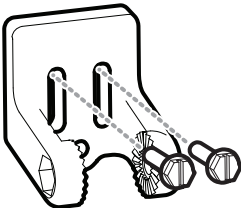

Figure 20
4. Alignez le support de montage du transducteur avec les trous percés dans le tableau arrière. À l'aide d'un tournevis à douille de 5/16 po, montez l'ensemble au tableau arrière avec les deux longues vis n° 10-1 po (fournies) (Figure 20). **Serrez à la main seulement !**